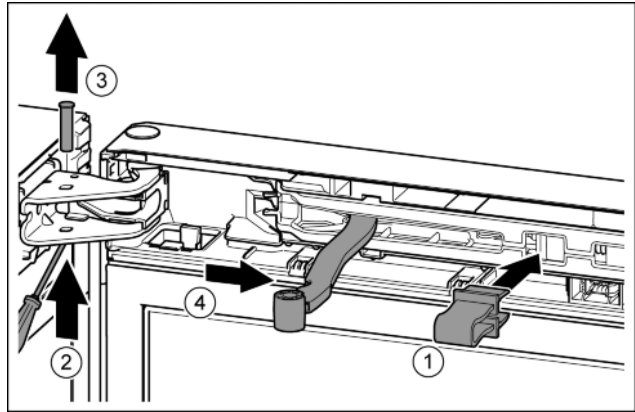

Fig. 13
- ▶ A biztosítékot pattintsa be a nyílásba. *Fig. 13 (1)*
- ▶ A csavarhúzóval tolja ki a csapszeget. *Fig. 13 (2)*
- ▶ Felfelé vegye ki a csapszeget. *Fig. 13 (3)*
- ▶ Forgassa az ajtó irányába a csuklót. *Fig. 13 (4)*